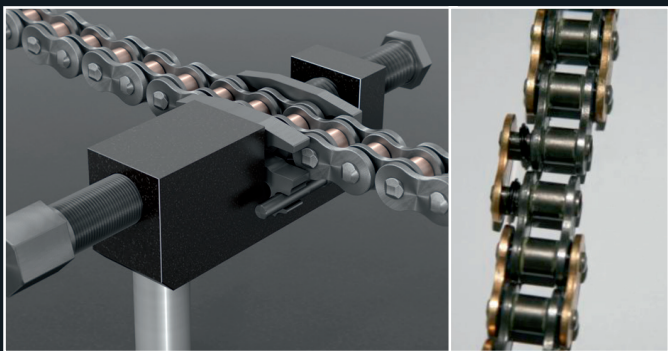

Abb.5
- Das Werkzeug über die Positioniereinheit schieben und die Druckschraube handfest anziehen, sodass die Kette incl. Positioniereinheit im Werkzeug eingespannt ist. Erneut sicherstellen, dass die Bolzen mit den Bohrungen fluchten, dann die Außenlasche durch Drehen der Druckschraube aufschieben. Die Positioniereinheit erstreckt sich von seiner Breite her nicht nur über das Kettenschloss, sondern auch über die beiden Nachbarglieder. Wenn sich beim Aufschieben der Außenlasche die Nachbarlasche und die Positioniereinheit berühren, ist die Außenlasche in der richtigen Position und der Aufschiebevorgang ist beendet. Man kann das mit bloßem Auge feststellen. Keinesfalls weiterdrehen! (Abb.5)